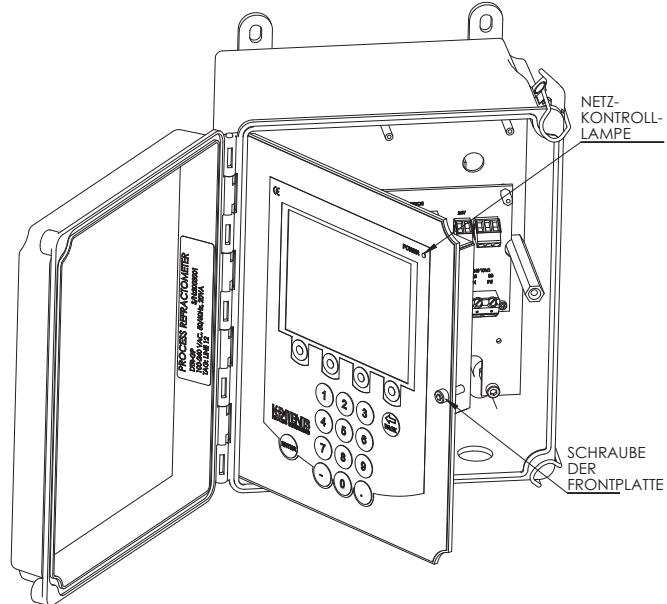
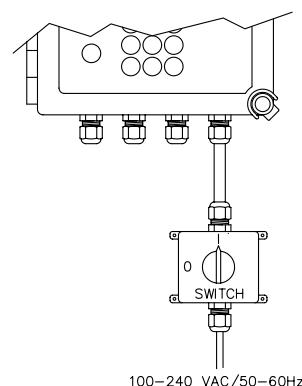

Abbildung 3.5 Öffnen der Frontplatte des Messumformers
Abbildung 3.6 Der empfohlene externe Netzschatzer,
Wichtig: Der DTR verfügt nicht über einen eingebauten Netzschatzer. Das System ist daher immer eingeschaltet, wenn es an eine Stromquelle angeschlossen ist. Vaisala empfiehlt den Einbau eines externen Netzschatzers, um die Spannungsversorgung des DTR zu unterbrechen (siehe Abbildung 3.6).
Alle elektrischen Anschlussklemmen des Messumformers befinden sich hinter der Frontplatte. Öffnen Sie zuerst die Gehäuseabdeckung. Lösen Sie dann die Schraube der Frontplatte (Abbildung 3.5) und öffnen Sie die Frontplatte. Alle Anschlussklemmen sind nun frei zugänglich.
Achtung! Überprüfen Sie, daß der Strom abgeschaltet wurde, bevor Sie die Frontplatte öffnen. Wenn die *grüne Netzkontrolleuchte* (Abbildung 3.5) leuchtet, heißt das, daß das System noch unter Spannung steht. Um den Strom vollständig abzuschalten, ziehen Sie den Netzstecker heraus oder schalten Sie ihn mit einem externen Netzschatzer ab (Abbildung 3.6).
| 31 32 33 | Netz, L(31), N(32), Schutzerde (33), 100–240 V AC, 50–60 Hz. Es wird ein externer Netzschalter (Abbildung 3.6) empfohlen. |